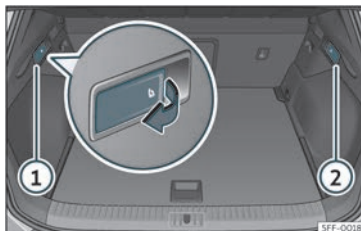

Fig. 103 Nel bagagliaio: leve per lo sblocco dello schienale posteriore.
- Tirare la leva di sblocco a distanza dal lato sinistro»» fig. 103 ① o destro ② dello schienale nel senso della freccia. Il lato sbloccato dello schienale posteriore si ribalta automaticamente in avanti.